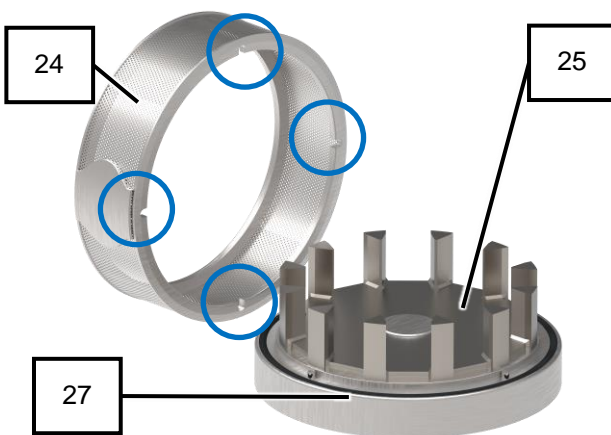

图21：环形筛和转子
10. 在已安装转子(25)的情况下将环形筛(24)放在料盒(26)中(图21)。
11. 注意正确配合扭转止动装置(图21)。